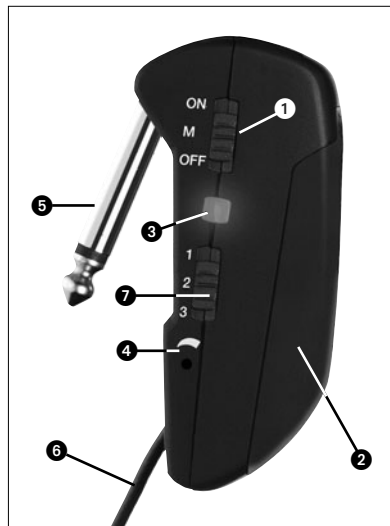

Fig. 1 : Eléments de commande sur le GB 40 FLEXX
2.5 Eléments de commande (voir Fig. 1)